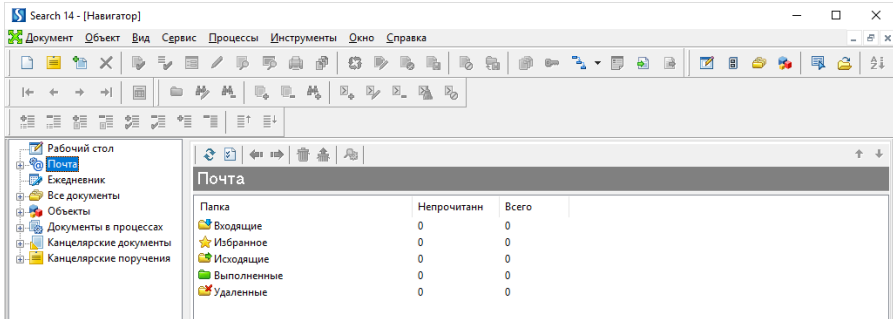

Рисунок 1.9 – Розділ **Почта** в робочому вікні **Навигатора**
5. В лівому вікні **Навігатора** встановіть курсор в розділ **Почта** (рис. 1.9). Переконайтесь в відсутності будь-якої вхідної кореспонденції.